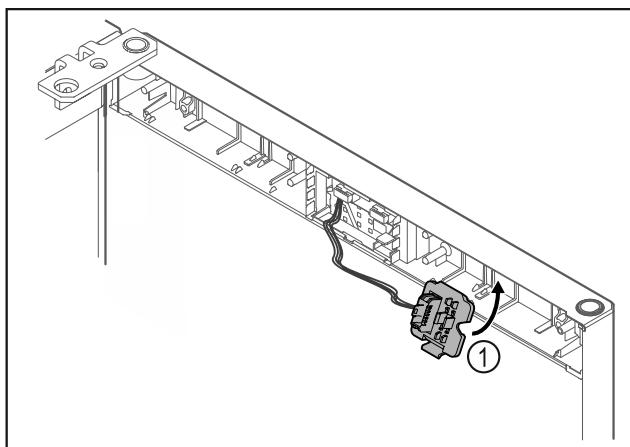

Fig. 23
- Зафіксувати кріплення штекера Fig. 23 (1) на протилежній стороні.